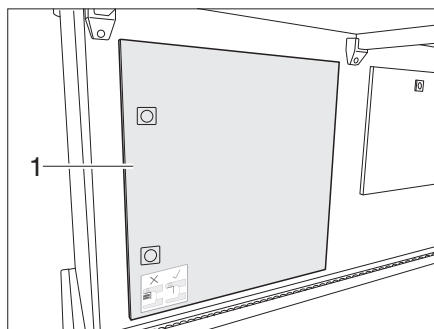

Fig. 65 Portillon d'accès vers les bouteilles de gaz
- ▶ Ne jamais bloquer le portillon d'accès vers les bouteilles de gaz (Figure 65,1). Tenir compte du panneau d'indication.
- Ouvrir le portillon du compartiment (Figure 65,1) à gaz.